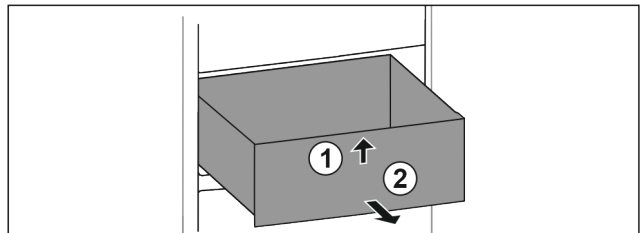

Fig. 22
- ▶ Приподнимите выдвижной ящик спереди. Fig. 22 (1)
- ▶ Извлеките выдвижной ящик движением вперед. Fig. 22 (2)